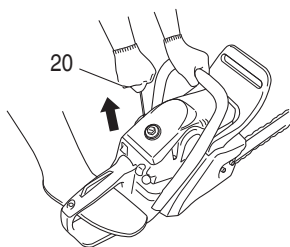

Fig. 15
5. Tirez vivement sur la poignée du lanceur à retour automatique (20) en faisant attention de ne pas relâcher la poignée brusquement mais d'accompagner son retour. (Fig. 15)
- Tirez de nouveau vivement sur la poignée du lanceur à retour automatique (20) de la manière indiquée précédemment. (Fig. 15)